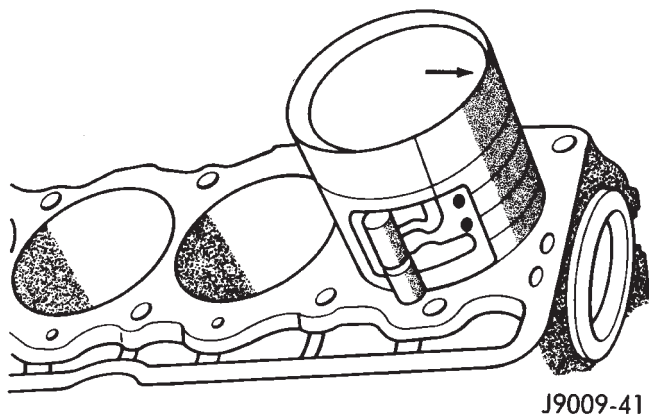

Fig. 19 Instalação do Conjunto de Biela e Pistão
- (1) Limpe o óleo do munhão da biela.
- (2) Use pedaços curtos da mangueira de borracha sobre os parafusos de vêrga de ferro durante a instalação.
- (3) Lubrifique o casquilho superior e instale na biela.
- (4) Use o compressor do anel do pistão para instalar os conjuntos de biela e pistão. Os orifícios da seringa de óleo nas bielas devem estar de frente para o eixo de comando das válvulas. A seta na coroa do pistão deve apontar para a dianteira do motor (Fig. 19). Verifique se os orifícios da seringa de óleo nas bielas estão virados para o eixo de comando das válvulas e se as setas nos pistões estão viradas para a dianteira do motor.